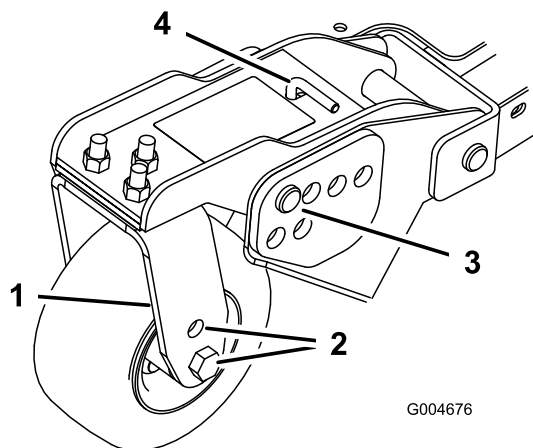
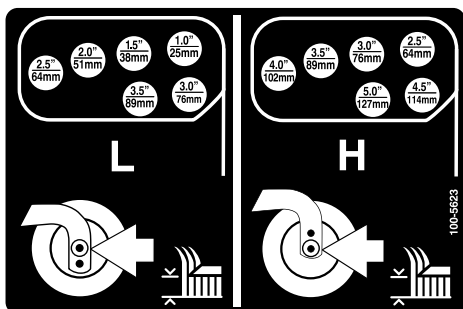

Figure 26
Figure 27
1. Placez les essieux des roues pivotantes dans les mêmes trous sur toutes les fourches (Figure 24 et Figure 26).
5. Enlevez la goupille fendue et les axes de chape des bras de pivot (Figure 26).
6. Tournez la tige de tension pour élever ou abaisser le bras de pivot jusqu'à ce que les trous soient en face de ceux du support de hauteur de coupe sélectionnés dans le cadre du plateau de coupe (Figure 26 et Figure 27).